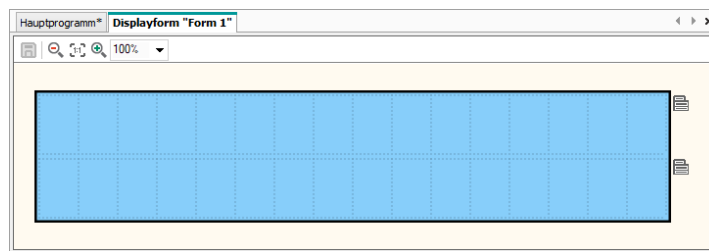

Abb. 8.2 Display-Editor
- Im Struktur-Editor verwenden Sie das Symbol  (Abb. 8.2).
Wenn die Display-Struktur aus mehreren Formen besteht, sollten Sprünge definiert werden, um die Navigation zwischen Formen zu ermöglichen (Abschn. 8.3, Abb. 8.2).